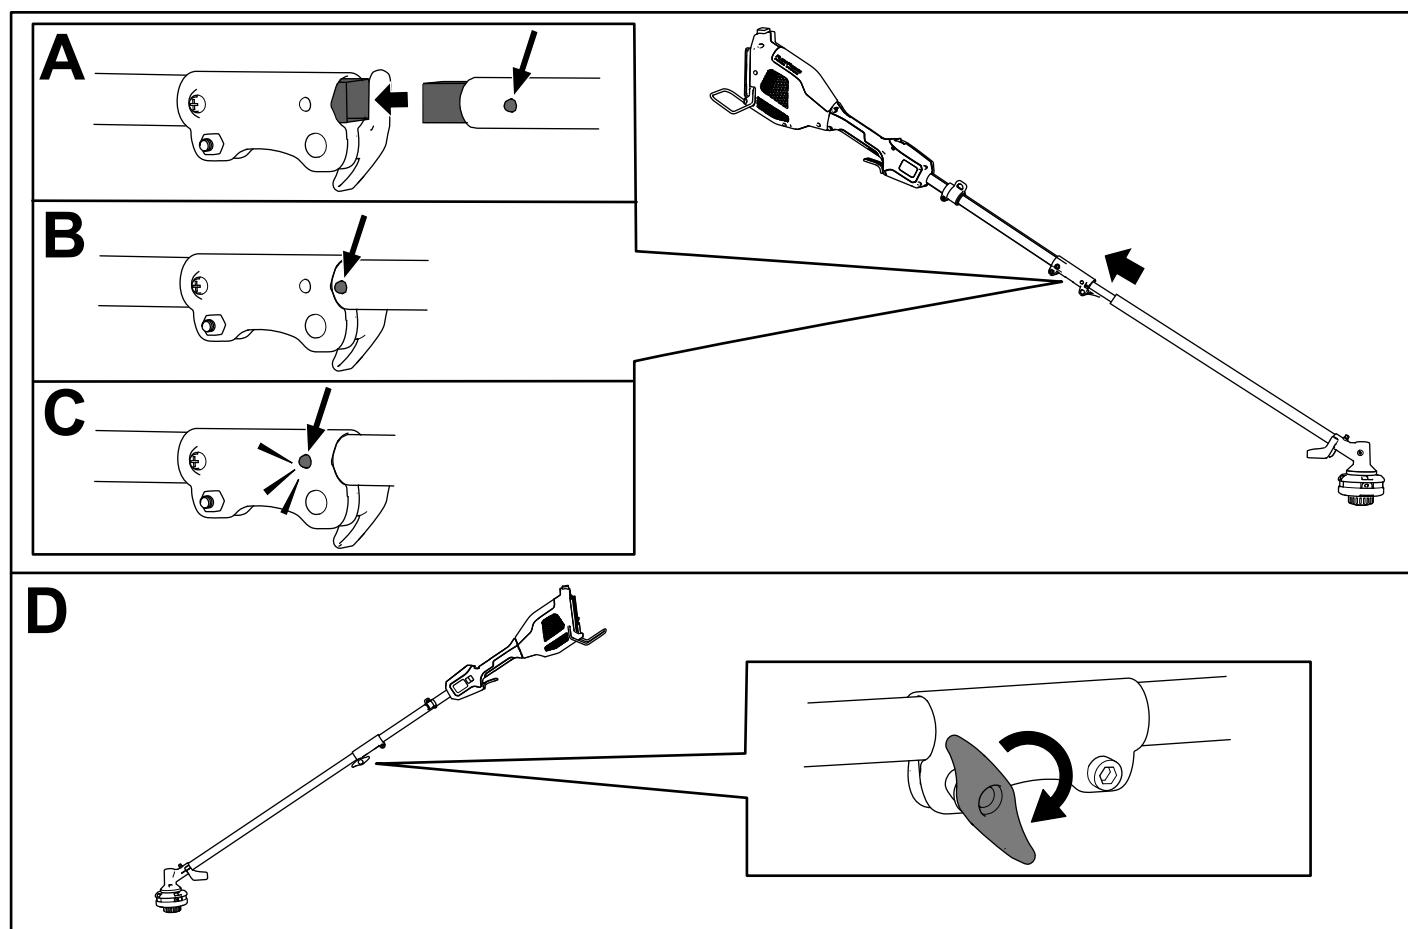

Figura 4
1. Instale el tubo cuadrado del accesorio de desbrozadora de hilo en el tubo cuadrado de la unidad de potencia (Figura 4, A).
2. Alinee el botón de bloqueo del mango inferior con el orificio ranurado del mango superior y junte los dos mangos (Figura 4, B y C).
Nota: El botón de bloqueo encaja en el orificio ranurado al juntarse las barras (Figura 4, C).
3. Usando la maneta, apriete el tornillo del conector del mango hasta que quede firme (Figura 4, D).